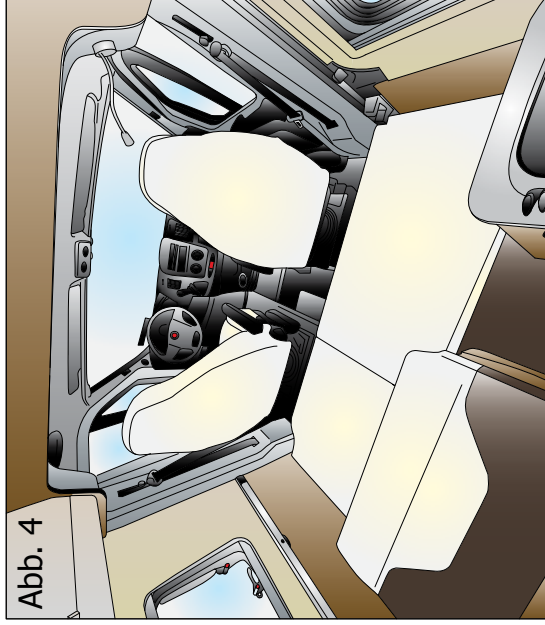
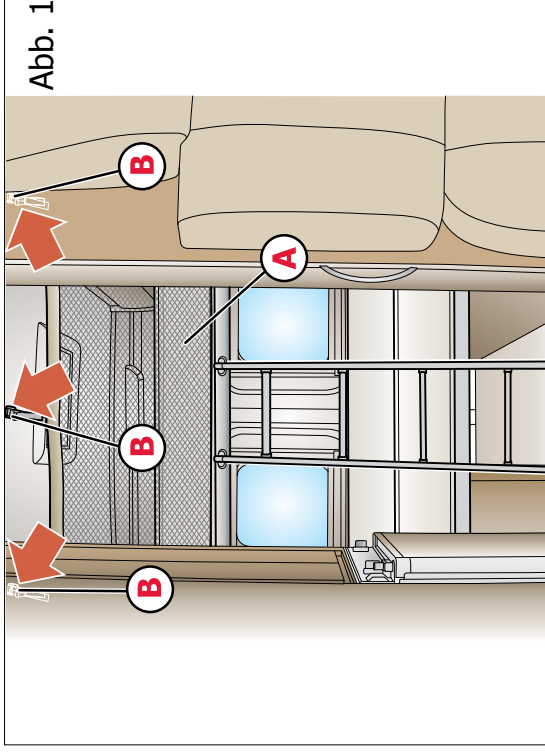

Abb. 4
Abb. 1
Um das Querbett in eine Dinette umzuwandeln, müssen zuerst der Tisch (Abb. 1 und 2) abgesenkt und anschließend die Verlängerung aus Holz (Abb. 3) und die Kissen (Abb. 4 und 5) angebracht werden.
- Um die erhöht liegenden Betten zu erreichen, die Leiter (Abb. 1) an den dafür vorgesehenen Halterungen **A** befestigen, die frontal zum dem zu erreichenden Bereich liegen (Abb. 2)
Die auf dem Doppelfußboden vorhandenen Schränke (Abb. 1) werden verwendet, um zusätzliche Laster im Van unterzubringen, ohne dass diese Platz wegnehmen.
Wenn die Schränke herausgenommen werden, müssen zum Absenken der Klappbetten die beiden Stahlträger **A** (Abb. 1) durch Einfügen in die Kunststoffhalterungen **B** (Abb. 2) angebracht werden. Durch Herausnehmen der Schränke, des Doppelfußbodens und der Stahlträger wird die maximale begehbare Oberfläche erzielt. (Abb. 4).